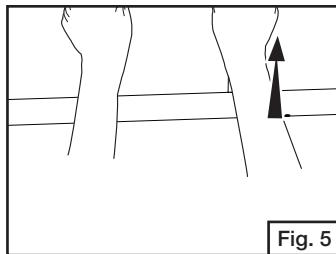
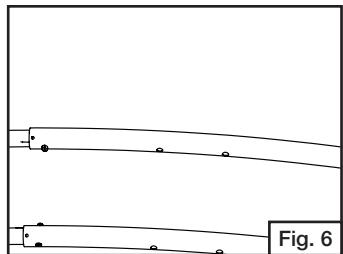

Fig. 5
Fig. 6
- Extienda los tubos telescópicos hasta la manija de remolque. Oprima los botones de la manija y presiónelos hasta que encajen en su lugar. (Fig. 5 y Fig. 6)